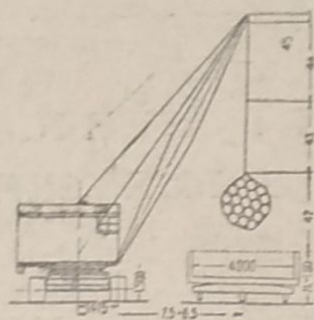

Рис. 3
Указанная высота направляющего блока погрузочной стрелы (H) складывается из следующих величин (рис. 3):